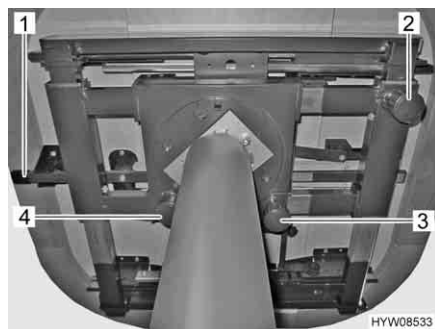
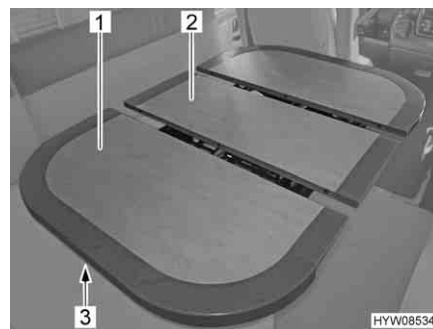

Fig. 54 Opzioni di regolazione sul tavolo
Fig. 55 Allungamento del tavolo
- Premere il tasto (Fig. 54,3) verso il basso e tenerlo in posizione.
- Premere il tasto (Fig. 54,2) verso il basso e tenerlo in posizione.
- Tirare il tasto (Fig. 54,4) del bloccaggio verso il basso.
- Spingere lo sbloccaggio (Fig. 54,1 e Fig. 55,3) verso l'alto.
- Tirare il piano del tavolo (Fig. 55,1), finché l'inserto centrale (Fig. 55,2) non arriva in alto e all'altezza del piano del tavolo.
- Premere lo sbloccaggio (Fig. 55,3) verso l'alto.
- Tirare il piano del tavolo (Fig. 55,1), finché l'inserto centrale (Fig. 55,2) non si libera.